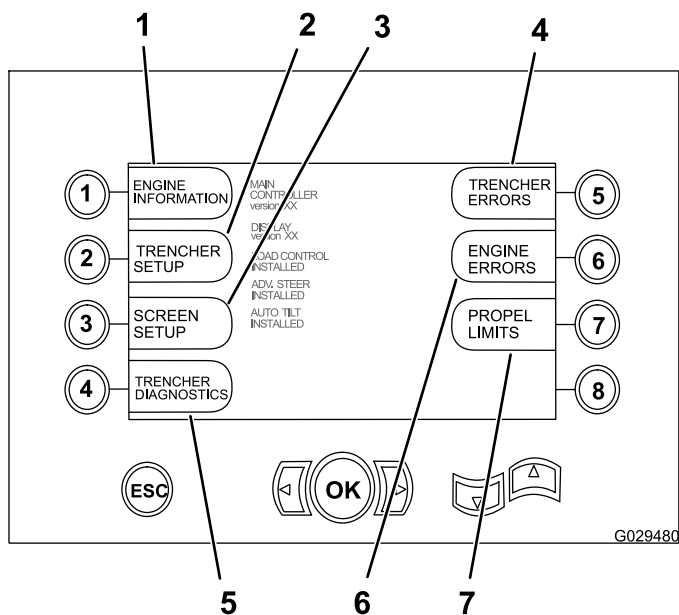

Figure 36
Pour accéder à l'écran de sélection principal, appuyez brièvement sur les flèches vers le haut et le bas (Figure 36) simultanément. Cet écran permet de choisir les écrans de fonction montrés à la Figure 36.
1. À partir de l'écran de sélection principal, appuyez sur le bouton 7 pour accéder aux réglages de la fonction de limitation de propulsion; voir Figure 36 sous Accès à l'écran de sélection principal (page 34).